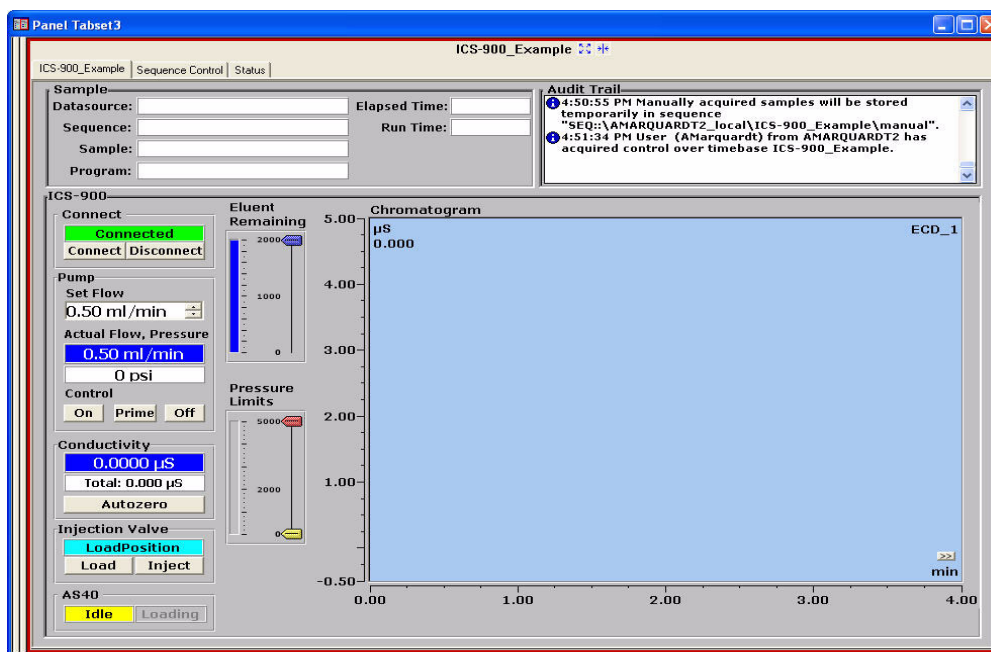

Abbildung 3-2. ICS-900-Steuerefeld auf dem Bedienfeld
5. Zur Anzeige des ICS-900-Steuerefeldes wählen Sie die Registerkarte mit dem Zeitbasennamen von ICS-900 aus (siehe Abbildung 3-2).
4. Klicken Sie auf dem ICS-900-Steuerfeld auf „**Prime**“ (Spülen) (siehe Abbildung 3-2), oder öffnen Sie durch Drücken von **F8** das Dialogfeld „Commands“ (Befehle), wählen Sie hier den Befehl „**Pump**“ (Pumpe) aus und dann die Option „**Prime**“ (Spülen). Die Pumpe beginnt daraufhin mit ungefähr 3 mL/min zu arbeiten.